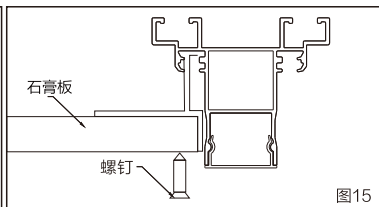

图15
(2) 根据安装好的机器位置，将石膏板卡入相应的位置后，使用自攻螺钉石膏板与石膏板安装配件固定牢固（图15）